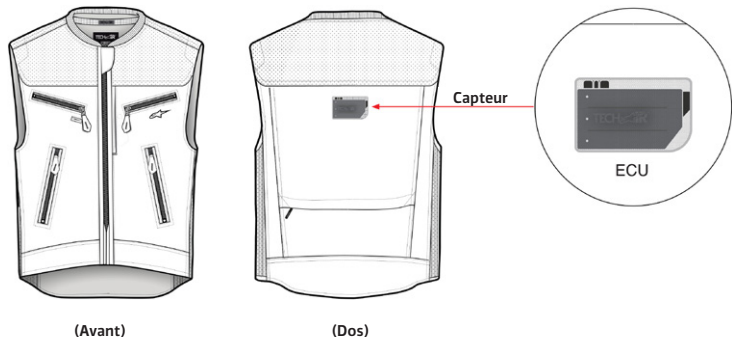

Figure 1: Emplacement du capteur
Le système se compose d'une veste avec une unité de contrôle électronique d'airbag intégrée (avec des capteurs intégrés) et un écran LED (2) (Figure 1). L'unité de contrôle électronique de l'airbag contient un accéléromètre triaxial et un gyroscope triaxial (également appelé groupe de capteurs). Ces capteurs surveillent le corps de l'utilisateur pour détecter les chocs ou les mouvements inattendus. Si le corps de l'utilisateur est soumis à une quantité d'énergie élevée et/ou soudaine, le système se déploie. Cela peut se produire lorsque la moto est impliquée dans un accident, par exemple lorsqu'elle entre en collision avec un autre véhicule ou avec un obstacle, lorsque le conducteur perd le contrôle ou lorsqu'il tombe de la moto.